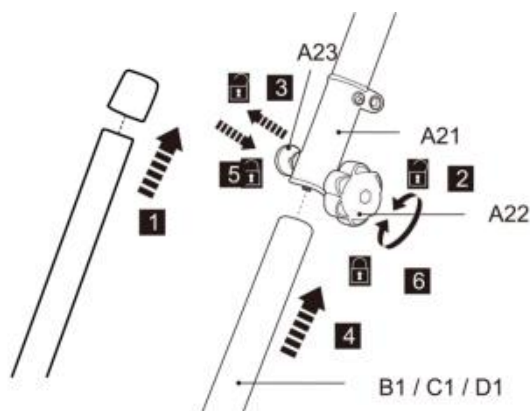

Fig. 3
17. Zdejmij założoną nasadkę ochronną z dolnego słupka (B1/C1/D1) (rys. 3 , krok 1).
18. Poluzuj pokrętło blokujące (A 22) , ale nie wyjmuj całkowicie e (rys. 3 , krok 2).
19. Wyrównaj i włóż dolny drążek (B 1/C 1/D 1) do tulei blokującej (A 21), ciągnąc jednocześnie sprężynę śruba (A 23) (rys. 3 , krok 3 i 4) .
6. Dokręć pokrętło blokujące (A 22), aby zabezpieczyć połączenie (rys. 3 , krok 6).